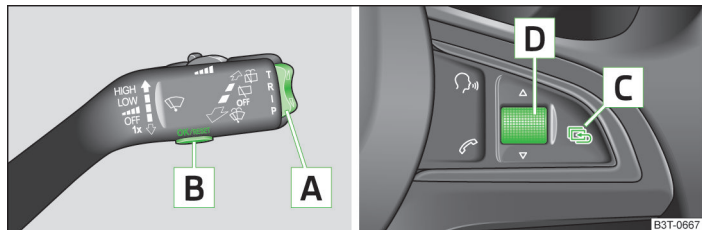

Fig. 8 Teclas/rueda de ajuste: en la palanca de mando / en el volante multifunción
Tras pulsar la tecla A » fig. 8 de la página 26 se muestra el dato que se visualizó la última vez.
- Pulsar la tecla **B** o la rueda de ajuste **D** » fig. 8 de la página 26 brevemente. ►
- Pulsar la tecla **B** o la rueda de ajuste **D** » fig. 8 de la página 26 durante un lapso prolongado.